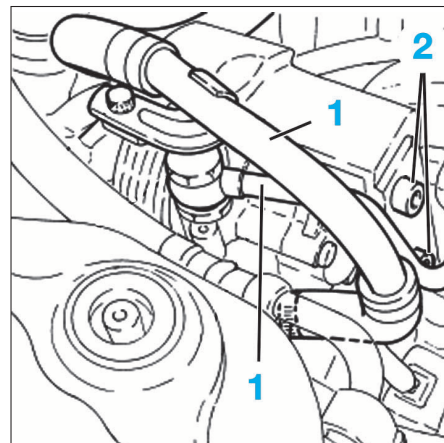

FIG. 8
- Déposer les durits (1) de la pompe de direction assistée (Fig.8).